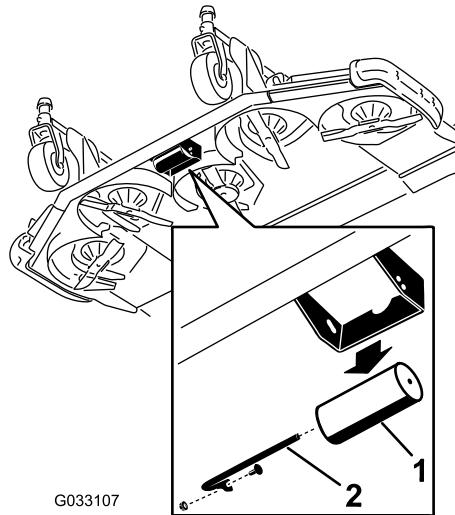

Bild 26
1. Nehmen Sie die Rollenwelle, Schraube und Mutter ab, mit denen die Rolle an der Mähwerkhalterung befestigt ist (Bild 26).